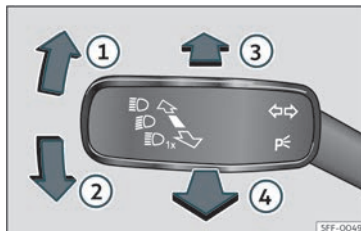

Fig. 86 Leva degli indicatori di direzione e degli abbaglianti.
• Dalla posizione di base, spingere in avanti la leva degli indicatori di direzione e degli abbaglianti»» fig. 86 ③. Quando viene visualizzata la spia nel display del quadro strumenti, il comando automatico degli abbaglianti sarà attivo.
- **OPPURE:** con le luci abbaglianti accese, spostare la leva degli indicatori di direzione e degli abbaglianti all'indietro»» fig. 86 ④.